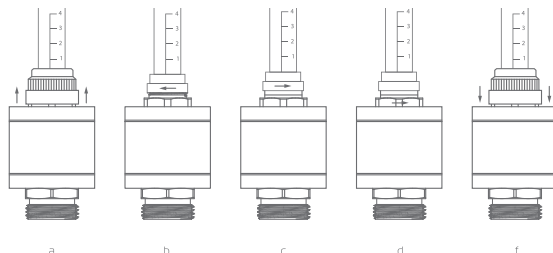

Рис.3.
1. Снимаем защитную гильзу с расходомера (рис. 3а).
2. Закрывать клапан поворотом верхней регулировочной втулки полностью чтобы указатель расхода переместился по шкале на «0» (рис. 3б).
3. Выставить требуемое по расчету значение расхода (л/мин) по расходомеру с помощью верхней регулировочной ручки (рис. 3с).
4. Поворотом до упорного нижнего фиксирующего кольца зафиксировать значение настройки (рис. 3д).
5. Надеть обратно защитную гильзу (рис. 3е).